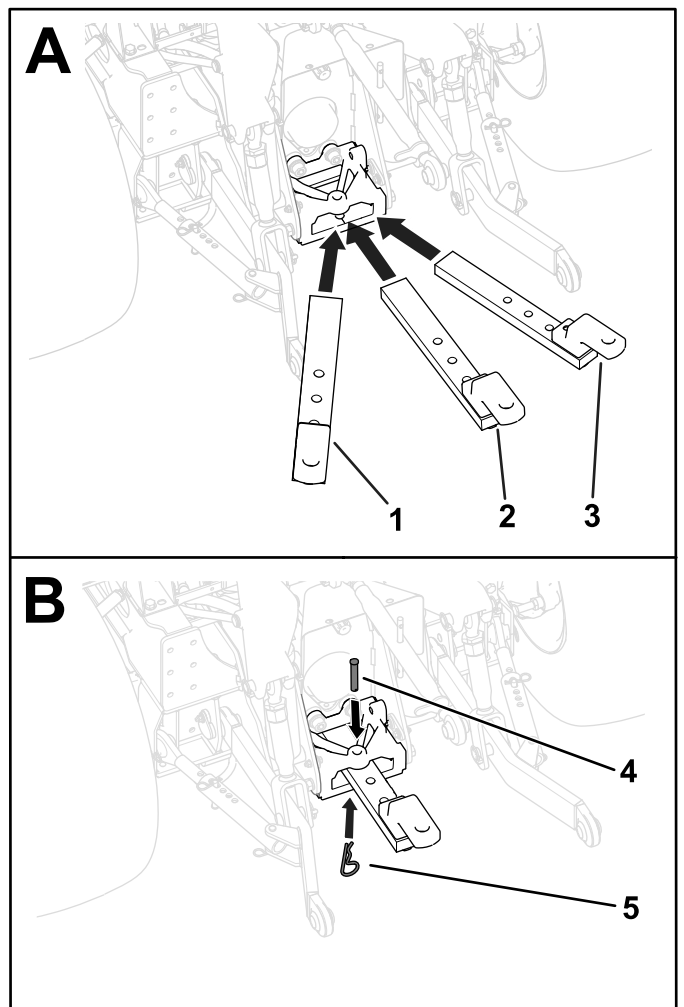

Figure 21
Vous pouvez monter la barre d'attelage déportée à gauche, déportée à droite ou centrée (Figure 21). Déterminez la position correcte de la barre d'attelage pour votre accessoire, puis montez la barre d'attelage comme suit :
1. Insérez la barre d'attelage dans son support (Figure 21).
2. Fixez la barre d'attelage au support en insérant l'axe de chape dans l'un des trois trous de montage de la barre et en bloquant l'axe avec la goupille fendue (Figure 21).